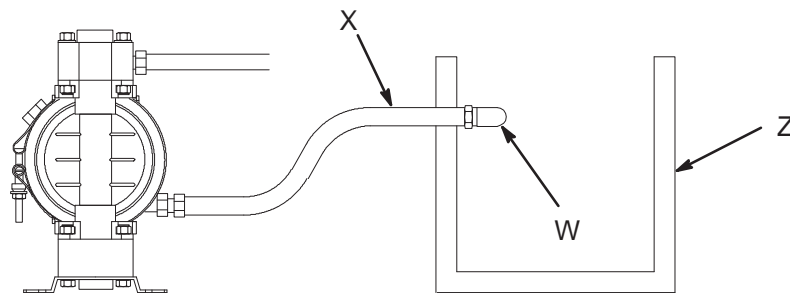

Fig. 6
Membranbrott gör att pumpad vätska blåses ut tillsammans med luften. Placera en lämplig behållare vid luftutsläppet för att fånga upp vätskan. Se FIG. 6.
1. Ta bort ljuddämparen (W) från luftutloppsporten på pumpen.
2. Anslut en elektriskt ledande luftslang (X) och montera ljuddämparen på andra änden på slangen. Minimidimension för utloppsslangen är 10 mm inv. dia. Om en slang längre än 4,57 m (15 fot) erfordras, använd då en slang med större diameter. Undvik skarpa böjningar och knutar på slangen.
3. Ställ en behållare (Z) vid änden av luftutloppet för att fånga upp vätska om membranet skulle brista. Se FIG. 6.